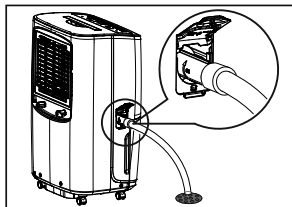

fig. 8
e. Dirija la manguera hacia el desagüe, asegurándose que no haya dobleces que impidan que el flujo de agua. (fig.8)